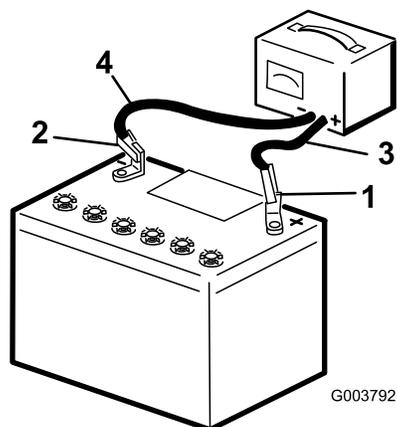

Figura 59
- Conecte o cabo positivo do carregador ao terminal positivo da bateria (Figura 59).
- Conecte o cabo negativo do carregador ao terminal negativo da bateria (Figura 59).
- Quando a bateria estiver totalmente carregada, desligue o carregador da rede elétrica e desconecte os cabos do carregador dos terminais da bateria (Figura 59).